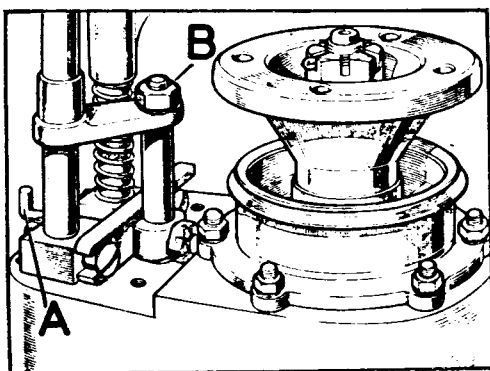
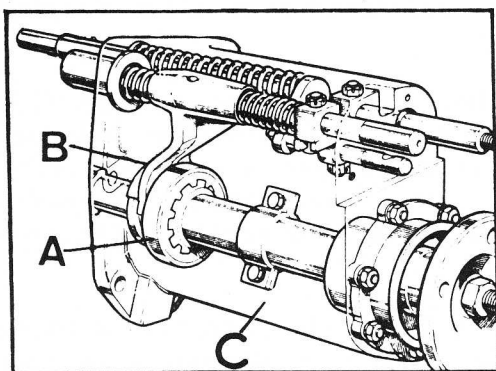

Fig. C1-62 Alineación previa de las barras correderas
Fig. C1-63 Caja del eje de salida delantero
- 4.2. Situar el conjunto en la parte delantera de la caja del eje de salida, e instalar el fiador, A, (Fig. C1-62) para tracción total, encajándolo en el agujero avellanado del eje de las barras. Esto permitirá asegurar una alineación radial correcta del eje y pieza de conexión.
- 4.3. Apretar por completo la tuerca, B, para fijar la pieza de conexión al eje (Fig. C1-62).
- 4.4. Extraer el fiador, A (Fig. C1-62) y retirar las barras correderas formando una sola unidad y, seguidamente, sin alterar su alineación, se colocarán en su posición correcta en la caja, C (Fig. C1-63) y al mismo tiempo situar la garra, A, para la tracción total, en el eje y dentro de la horquilla, B.